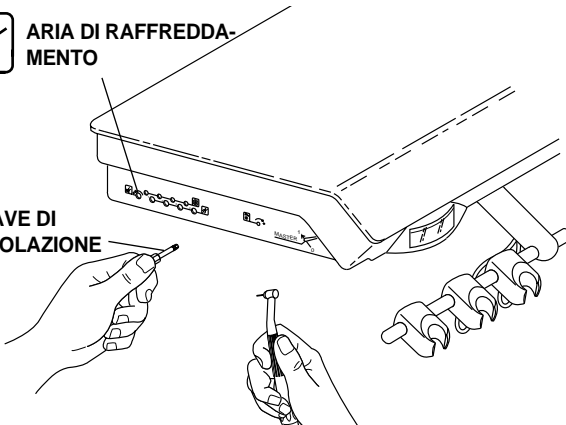

Figura 7 Regolazione dell'aria di raffreddamento
Il controllo del flusso dell'aria di raffreddamento (vedere la Figura 7) viene utilizzato per la regolazione del flusso di aria di raffreddamento nei manipoli.
2. Individuare il controllo dell'aria di raffreddamento (vedere la Figura 7).